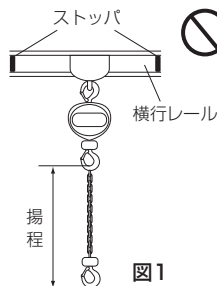

図1
- (4)トロリと組み合わせて使用される場合は、トロリの取扱説明書を熟読し正しくご使用ください。
- (5)トロリを取り付けされるレールの両端末にはストッパを取り付けてください。図1